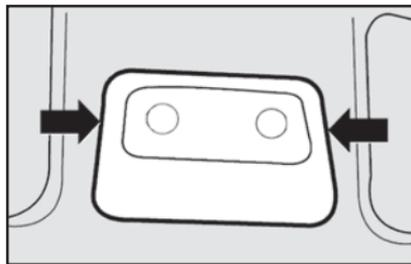

fig. 65
- Com uma chave de fenda nos pontos indicados **fig. 65**, remover o conjunto da luz interna montada a pressão pelas travas;